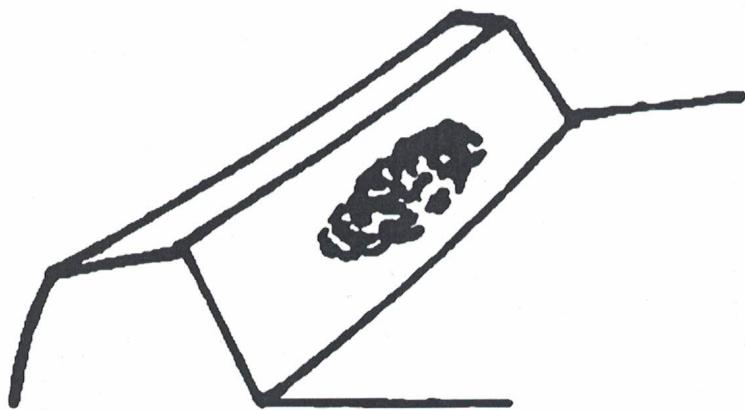

Рис. 8. Отпечаток зацепления зубчатой передачи
1. Зацепление главных механизмов осуществляется путем выбора необходимой толщины прокладки гнезда подшипника и прокладки картера ведущего моста необходимой толщины, чтобы убедится в правильности отпечатка (как показано на Рис. 8) и величины зазора в пределах 0.16-0.32 мм. При этом, удерживайте предварительное напряжение на обоих концах дифференциала в пределах 100-150 Н.
2. Соприкосновение пары шестерен на концах переднего моста регулируется набором прокладок (1) подходящей толщины, чтобы гарантировать зазор механизма в пределах 0.16-0.3 мм, и обеспечить правильное пятно контакта.
3. Чтобы получить конечный зазор механизма в пределах 0.16-0.3 мм, необходимо изменить толщину прокладок (13) для окончательной регулировки, тем временем, зазор 0.1-0.5 мм между нижней поверхностью кольца-фиксатора (4) вертикального вала (3) и верхней поверхностью ведомой шестерни (7) получается используя прокладки (6) подходящей толщины.